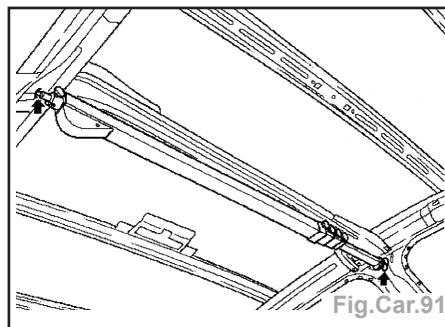

Fig.Car.91
- Mesurer le montant B intérieur (Fig.Car.91) :